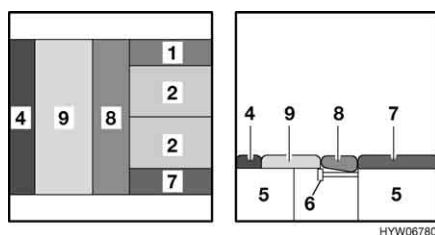

Fig. 101 Dopo la trasformazione
- Piazzare il cuscino aggiuntivo (Fig. 101,4) tra il cuscino del divano (Fig. 101,9) e la parete esterna.
- Appoggiare il cuscino dello schienale (Fig. 101,8) sulle due prolunge dei cassoni letto.